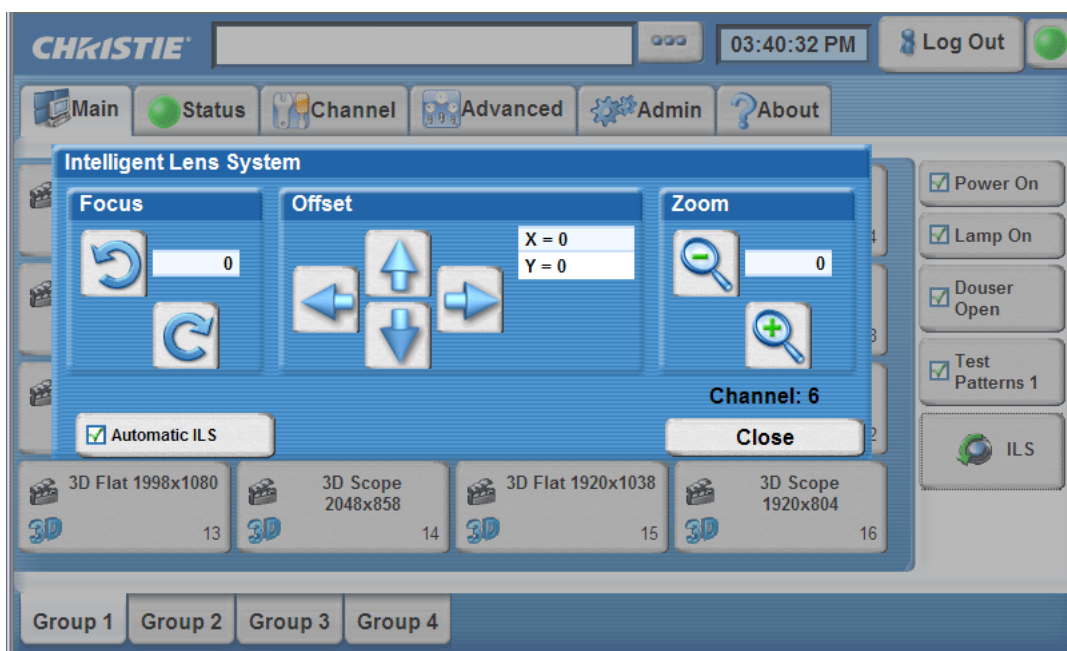

Figura 2-23 Sistema obiettivo intelligente
1. Dal menu **Main**, fare clic su **ILS**. Vedere **Figura 2-23**.
3. Utilizzando il pattern di prova del fotogramma, regolare **Offset** facendo clic sui pulsanti direzionali sul menu **ILS** (**Figura 2-23**) in modo da visualizzare un'immagine quadrata sullo schermo. **NOTA: 1)** È inoltre possibile eseguire un movimento continuo tenendo premuto un pulsante. Viene visualizzato un messaggio finché le modifiche non sono state applicate. **2)** Evitare inclinazioni od offset eccessivi. In un pattern di prova bianco, un effetto vignettatura agli angoli indica un offset eccessivo che dovrebbe essere evitato. **3)** Se la posizione del proiettore presenta uno scostamento rispetto al centro dello schermo, applicare un offset, anziché puntare il proiettore verso il centro dell'immagine, per ridurre al minimo la deformazione trapezoidale e ottenere prestazioni ottiche ottimali.